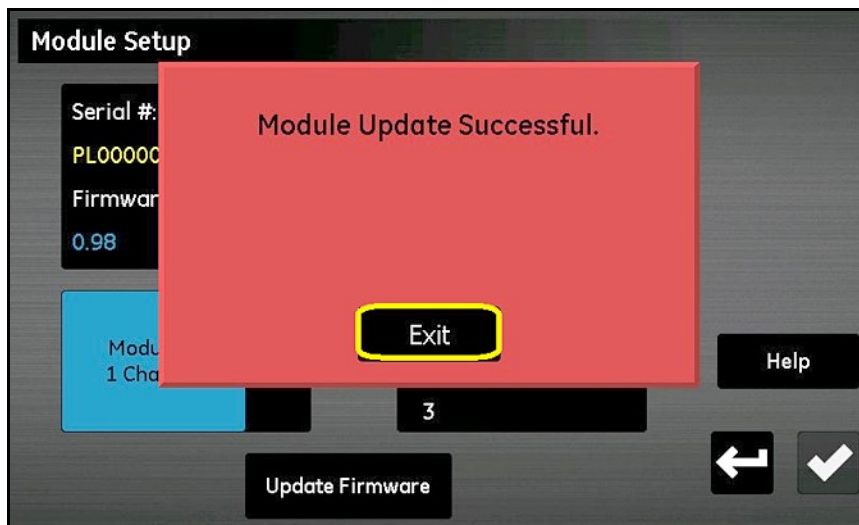

Figura 98: Instalación correcta
7. Una vez finalizada la actualización (consulte la *Figura 98*), el medidor solicita que se salga del sistema. Pulse el botón **Salir**.